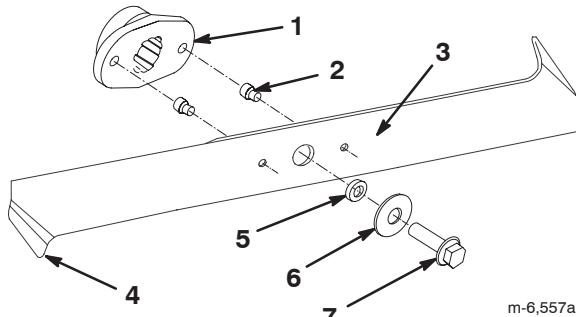

Figure 32
2. Inspectez les tranchants des lames (Fig. 32). Si elles ne sont pas tranchantes ou si elles présentent des indentations, déposez et aiguisez les lames (voir Aiguisage des lames, page 32).
3. Inspectez les lames, surtout les bords recourbés (Fig. 32). Si vous remarquez que les lames sont usées ou endommagées à ces endroits, remplacez-les immédiatement.
4. Si les goupilles de cisaillement sont cassées, remplacez-les immédiatement (Fig. 32).
3. Enlevez les boulons, les rondelles et les lames (Fig. 32). Pour enlever le boulon, bloquez la lame en introduisant une cale en bois entre chaque lame et le carter de tondeuse.
1. Installez les lames, les rondelles et les boulons de fixation (Fig. 32).